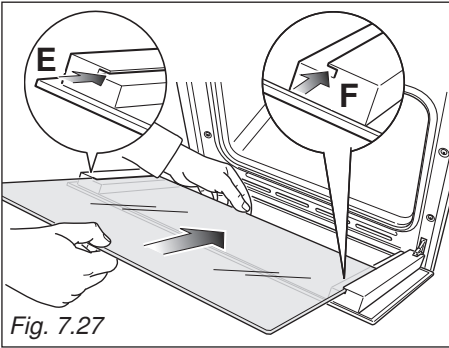
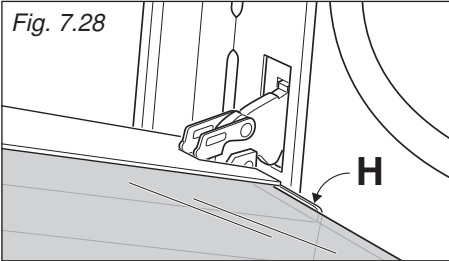

Fig. 7.27
Fig. 7.28
- Insérez la vitre dans les rails de guidage gauche "E" et droit "F" (fig. 7.27) et faites-la glisser en douceur jusqu'aux butées "H" (fig. 7.28).